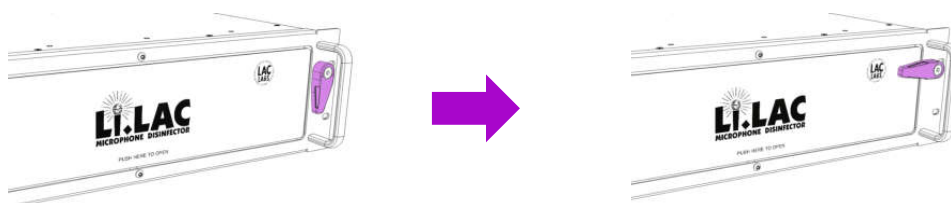

Abb. 6
3. Riegel der Transportsicherung um 90° im Uhrzeigersinn drehen um zu verriegeln. (siehe Abb. 6)